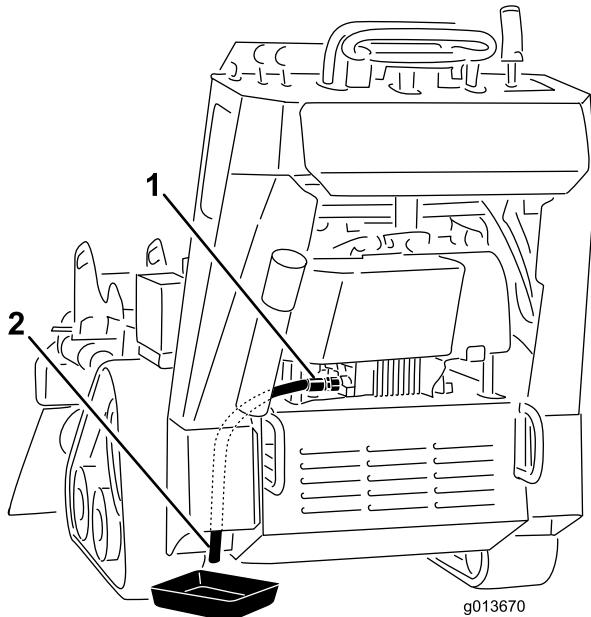

Figura 33
5. Collocate una bacinella sotto il tubo di spуро. Girate la valvola di spуро dell'olio per lasciar defluire l'olio (Figura 33).